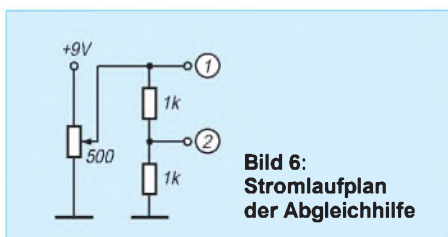

Bild 6: Stromlaufplan der Abgleichhilfe
Vorausgesetzt sei, daß die Spannungen stimmen, alle Steller in Mittelstellung stehen, das umgebaute DVM und eine Abgleichhilfe nach Bild 6 angeschlossen sind. Letztere simuliert unabhängig von der Größe der Hilfsspannung ein konstantes SWV von $s = 3$. Sicherheits halber sollte man die Spannungen an den Punkten a und
- a und b der Leiterplatte miteinander und mit Punkt 1 der Abgleichhilfe verbinden (Bild 6). Meßinstrument an Punkt h der Leiterplatte ($U_v - U_r$). Bei etwa 5 V an Punkt 1 Spannung an h mittels R10 minimieren (auf etwa $+2 \dots +8\text{ mV}$).